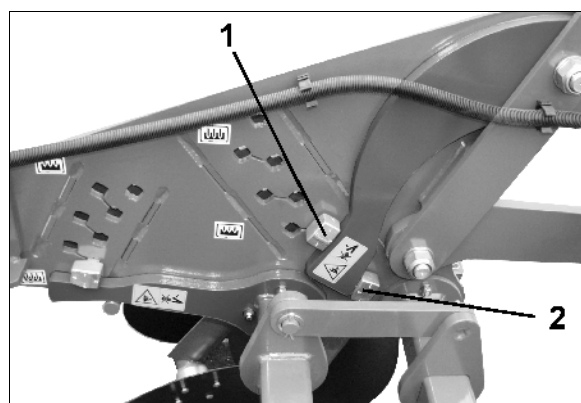

Fig. 31
- Då excentersprintarna (Fig. 31/1) flyttas:
- Genom att vrida excentersprintarna (Fig. 31/1)
Ställ in excentersprintarna (Fig. 31/1) i samma hål på båda sidor. De angivna skalstrecken vid anslagen för excentersprintarna ska vara lika inställda på båda sidor.
Om djupsökningen för skären är otillräcklig, ska den tredje excentersprinten (Fig. 31/2) direkt under stödarmen demonteras. Därvid belastas skären av tyngden från valsen.